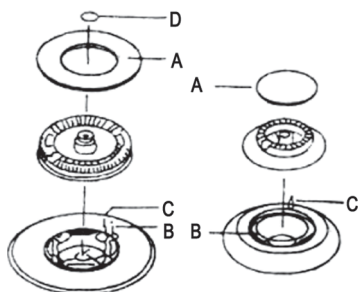

Рис. 1
- После зажжения пламени, удерживайте ручку нажатой около 10 секунд. Это время необходимо для нагрева “термопары” (рис.1-С) и задействия предохранительного клапана, который в противном случае перекроет подачу газа.